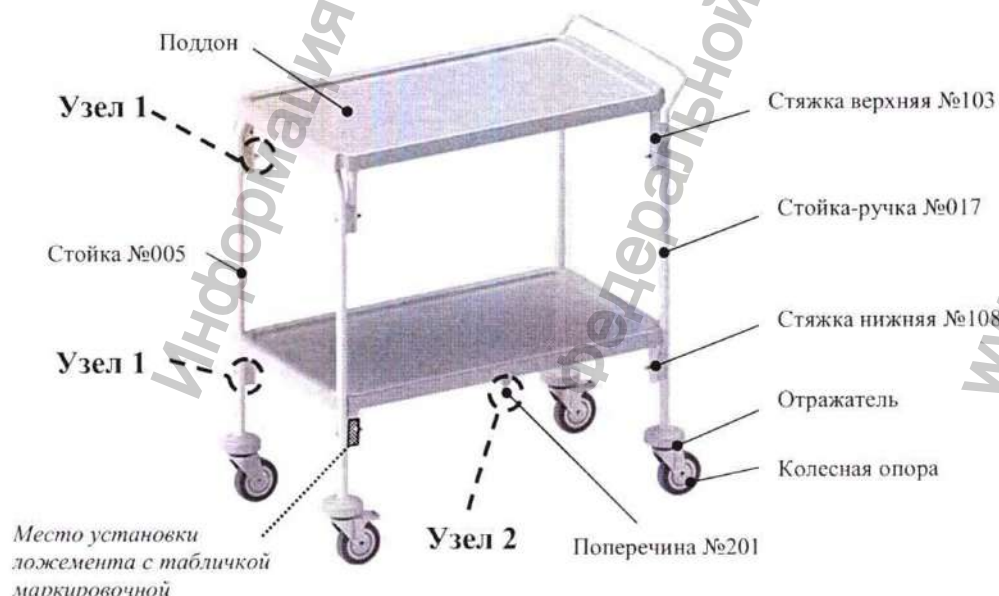

Рис.1
1. Соединить стойку №005 с стойкой-ручкой №017 стяжками верхними №103 и нижними №108 (рис.1), зафиксировав соединение крепежными элементами (Таблица 7, Узел 1).
2. Соединить стяжки нижние №108 поперечиной №201 (рис.1) зафиксировав соединение крепежными элементами (Таблица 7, Узел 2).
3. Установить один из поддонов, плотно зафиксировав его на стяжках верхних №103 и стойке №005 (рис.1).
4. Установить второй поддон, плотно зафиксировав его на стяжках нижних №108 (рис.1).